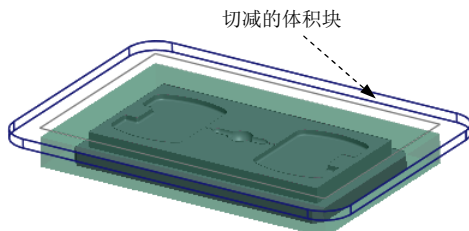

图 10.4.17 切减材料后的模型
Step2. 在系统弹出的“相交元件”对话框中, 依次单击 **自动添加** 按钮和  按钮, 然后单击 **确定** 按钮, 完成材料切减, 切减后的模型如图 10.4.17 所示。